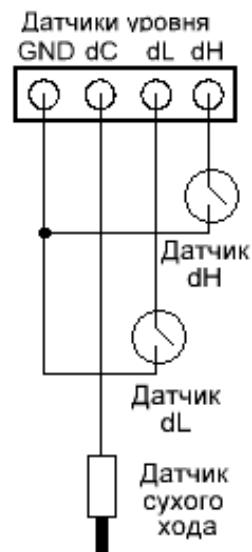

Рис.12
- два поплавковых нормально разомкнутых датчика (рис.12).